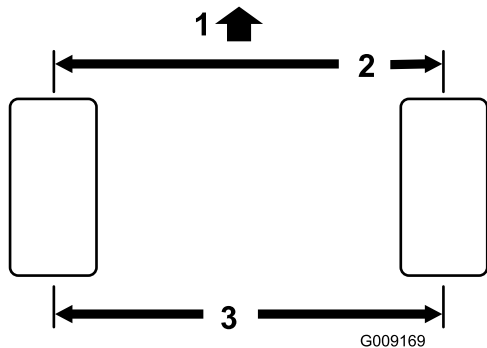

图 53
1. 测量前、后转向轮胎中心到中心轮轴高度的距离 (图 53)。